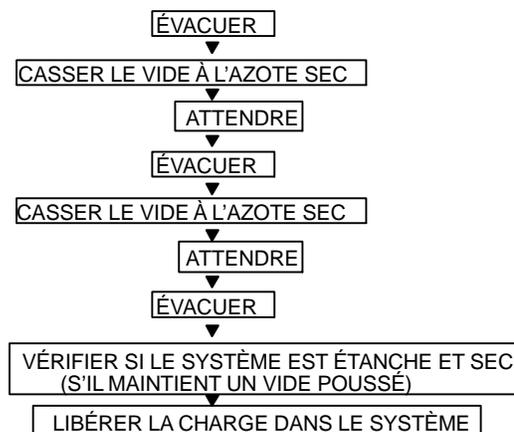

Figure 17 – Méthode de triple évacuation
Consultez la figure 17 et procédez comme suit :
5. Répétez cette procédure comme indiqué à la figure 17. Le système sera ensuite exempt de contaminants et de vapeur d'eau.